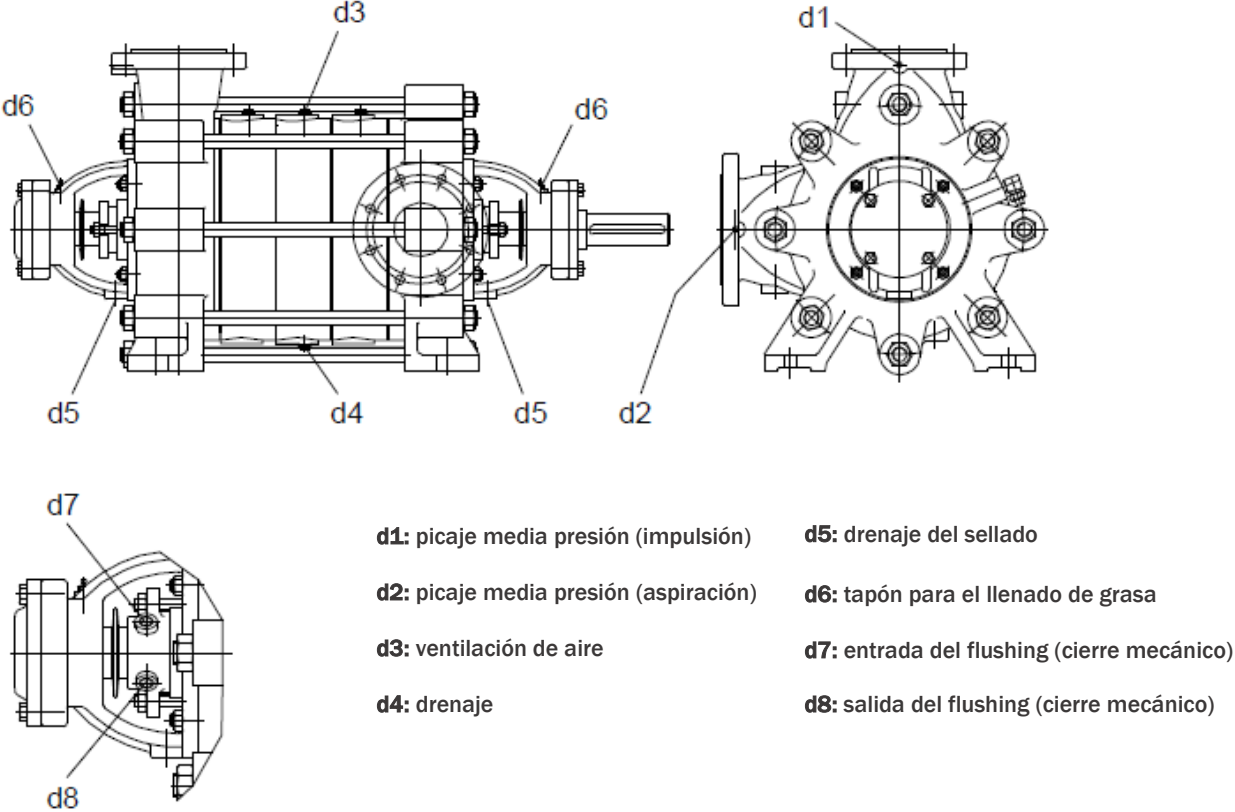

Fig.8
- Cada bomba está equipada con un drenaje (**Fig. 8**). Si es necesario, este puede canalizarse a un depósito adecuado. La tubería de drenaje de la bomba debe estar equipada con una válvula de aislamiento y ambas deben ser adecuadas para la máxima presión de funcionamiento de la bomba.
- La refrigeración, el sellado y el lavado de las tuberías de sellado deben conectarse únicamente a las conexiones designadas que se encuentran en la bomba (**Ver Fig. 8 a 12**).